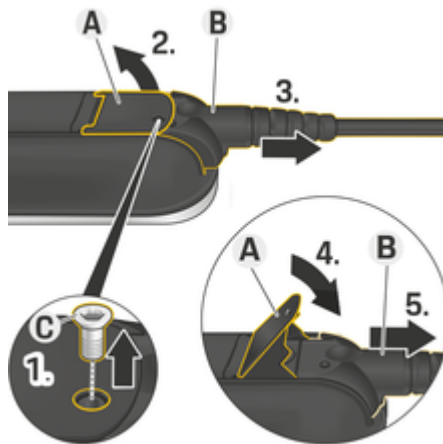

Fig. 38: Desconectando cabos
1. Remova o parafuso **C** (Fig. 38) usando uma ferramenta adequada.
2. Levante a alavanca **A** (Fig. 38).
3. Puxe o conector **B** (Fig. 38) até sentir a resistência pela primeira vez.